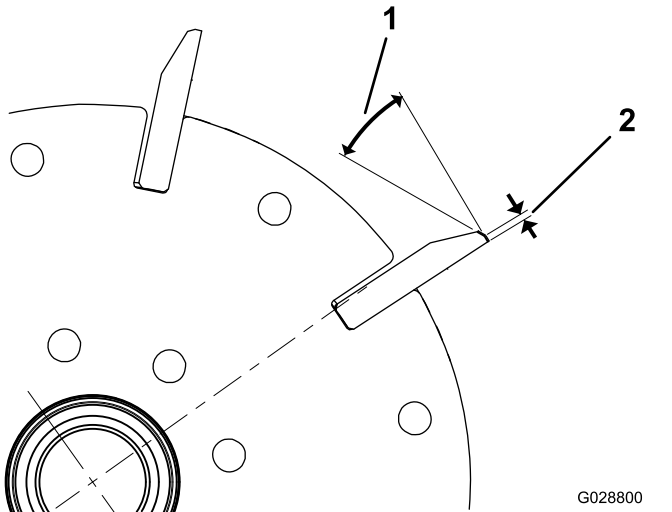

Figura 27
1. Aplique uma amolação de retificação de 30° em todas as lâminas do cilindro até que a folga tenha uma largura de 1,3 mm (Figura 27).